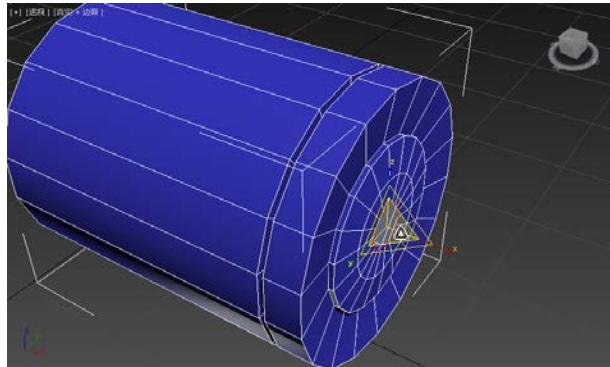

图 3-1-13 缩放生成多边形 (2)
**STEP 13** 按住【Shift】键并使用【选择并缩放】工具，向内缩放，生成多边形，如图 3-1-13 所示。